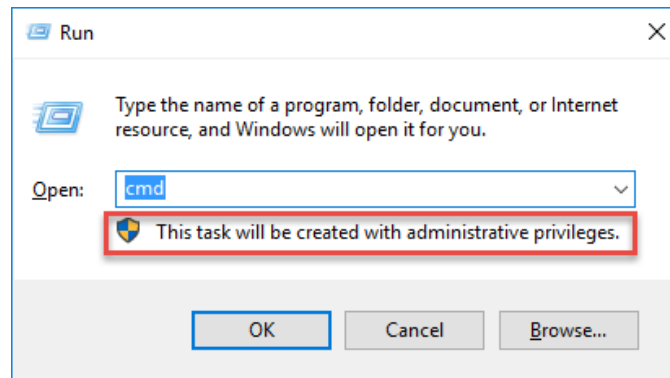

Abbildung 127: Windows mit Administratorrechten betreiben
2. Geben Sie ein **cmd**. Stellen Sie sicher, dass die Meldung angezeigt wird "This task will be created with administrative privileges" (Abbildung 127).